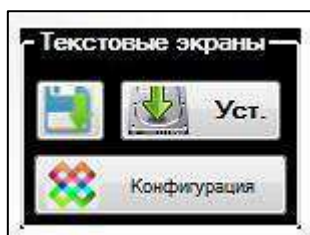
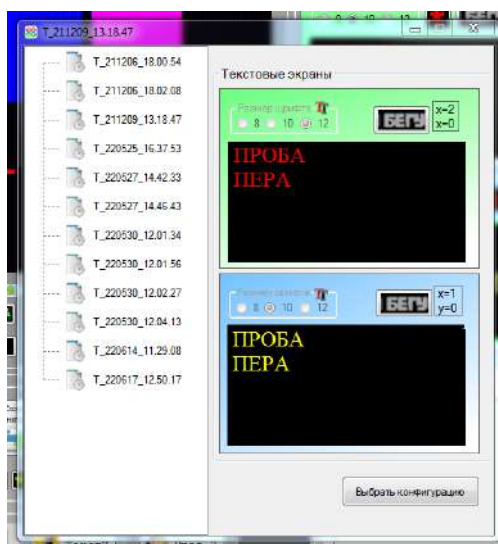

Рисунок 9 – Окно «Текстовые экраны». Сохранение и восстановление текстовых экранов.
Рисунок 10 – Окно «Текстовые экраны». Поиск сохранённых текстовых экранов.
нужно нажать кнопку сохранения  (рис.9). Все текстовые экраны с текстом и атрибутами будут сохраняться на диске компьютера в конфигурации.
- выбрать конфигурацию (кнопка «Конфигурация»  ) (рис.9). Для выбора сохранённых текстовых экранов в открывшемся окне нужно выбрать файл сохранения, в наименование которого входит дата и время сохранения текстовых экранов (рис.10).
- и установить её в окнах текстовых экранов (кнопка «Уст»  ) (рис.9).